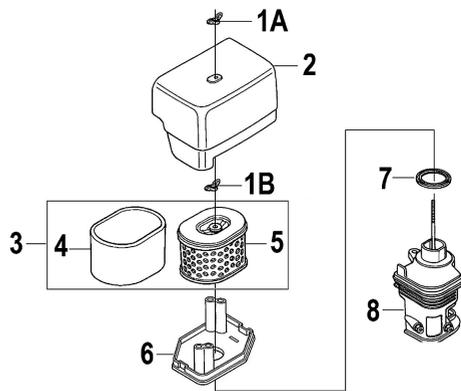

Рис. 12. Обслуживание воздушного фильтра
1. Открутите барашковую гайку 1А и снимите крышку 2 воздушного фильтра (Рис. 12).
2. Открутите барашковую гайку 1В и извлеките из корпуса воздушный фильтр 3 в сборе (Рис. 12).
- Проверьте целостность и чистоту фильтрующих элементов. Поролоновый (предварительный) фильтрующий элемент 4 установлен на корпусе бумажного фильтрующего элемента 5 (Рис. 12).
- При незначительном загрязнении промойте поролоновый фильтрующий элемент 4 (Рис. 12) теплым мыльным раствором и просушите. Поврежденный или сильно загрязненный поролоновый фильтрующий элемент замените.
- Произведите очистку корпуса 8, опоры крышки 6 и крышки 2 воздушного фильтра, не допуская попадания пыли и грязи в воздухопровод, ведущий к карбюратору (Рис. 12).
- Перед установкой воздушного фильтра убедитесь, что уплотнительное кольцо 7 воздушного фильтра находится на месте и не имеет повреждений (Рис. 12).